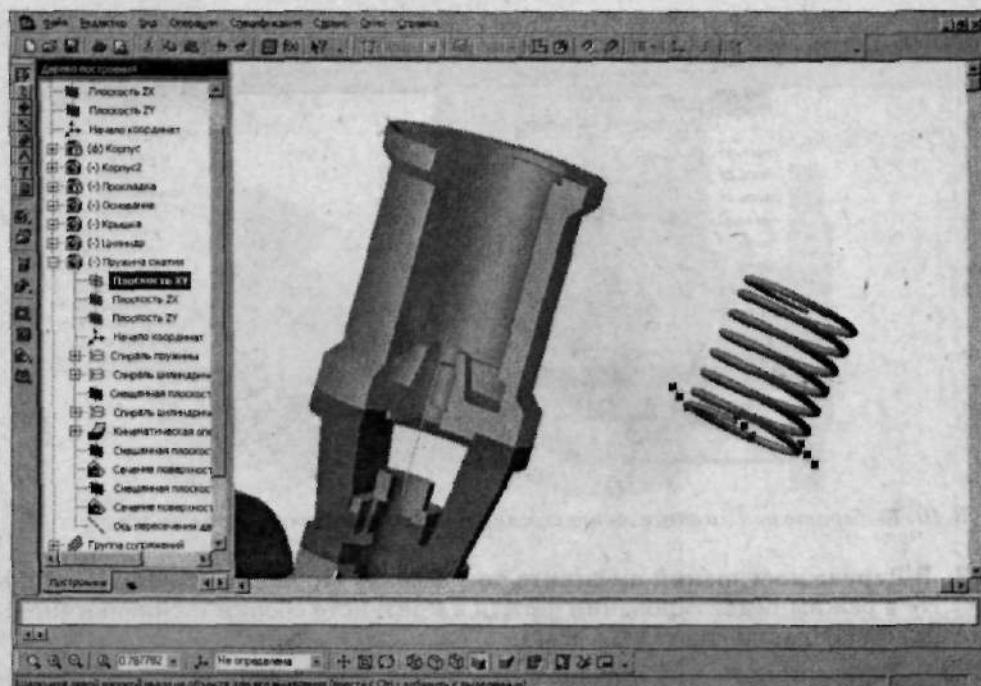

Рис. 3.42. Расположение Плоскости XY
18. В Дереве построений щелчком левой клавишей мыши по крестику раскройте пункт **Пружина сжатия**. Удостоверьтесь, что **Плоскость XY** располагается как показано на рис. 3.42, для отображения плоскости нужно щелкнуть по соответствующему элементу в Дереве построений.